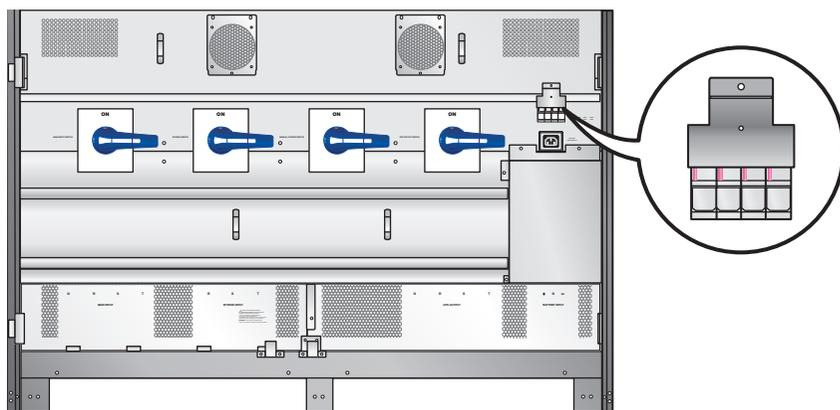

Рис. 6-2. Держатели предохранителей закрыты
2. Разность напряжений между жазимами нуля (N) и заземления (\oplus) не превышает 3 В.
4. Держатели предохранителей вентилятора и источника питания закрыты. См. **Рис. 6-2.**